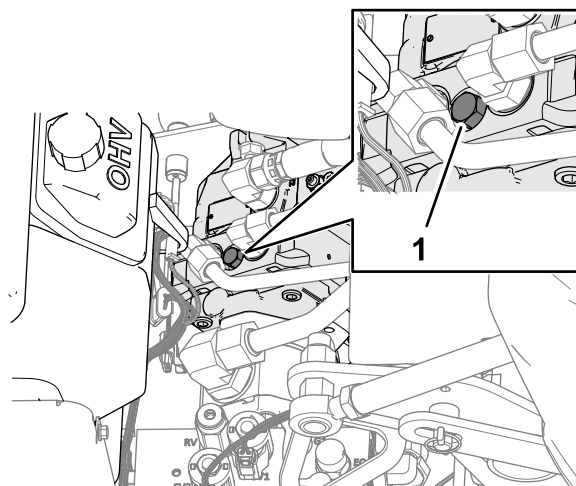

Figure 116
4. Localisez le cache de la vis de la vanne de dérivation entre le moteur et la pompe hydraulique, comme montré à la Figure 116.